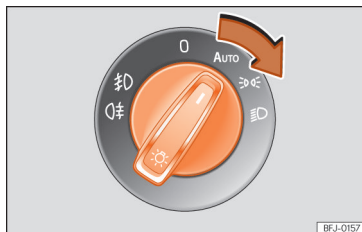

Рис. 69 Передня панель: головний перемикач системи освітлення
• Коли запалювання ввімкнено, поверніть перемикач системи освітлення в бажане положення » **рис. 69**: